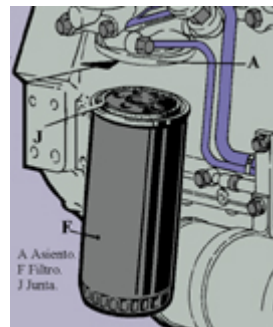

Fig. 25
- **Cambio del filtro de aceite (fig. 25)**